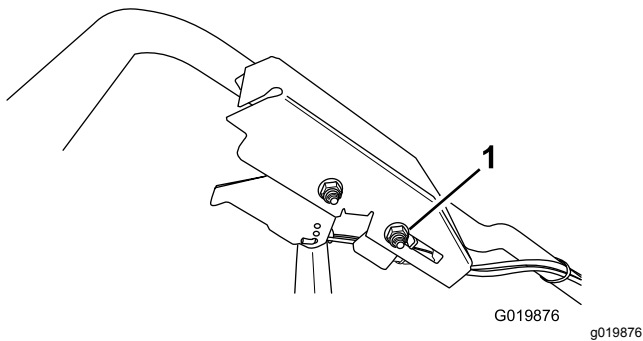

Bild 52
2. Lösen Sie die Kabelstützmutter (Bild 52).